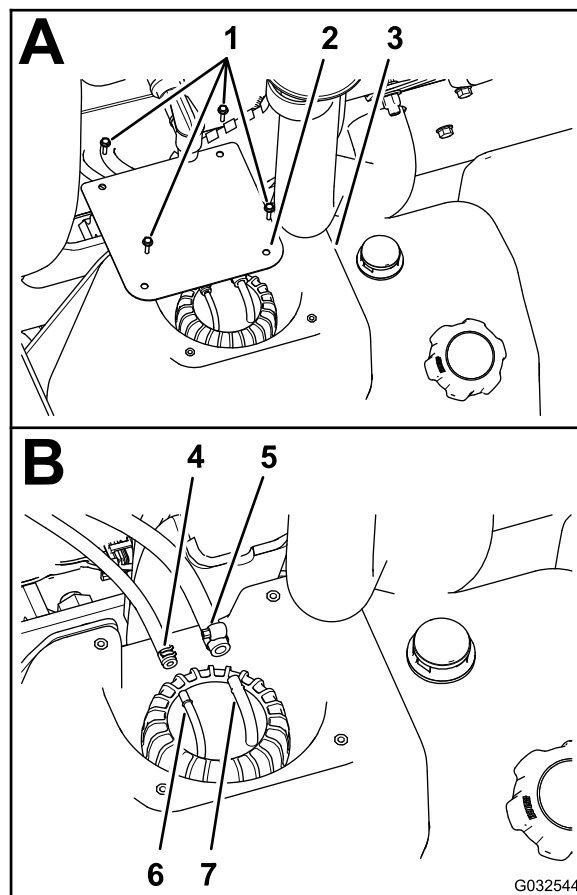

Figura 77
3. Allentate i morsetti che fissano i 2 flessibili del carburante ai 2 raccordi dei flessibili nella parte superiore del gruppo raccordo tubo (Figura 77).